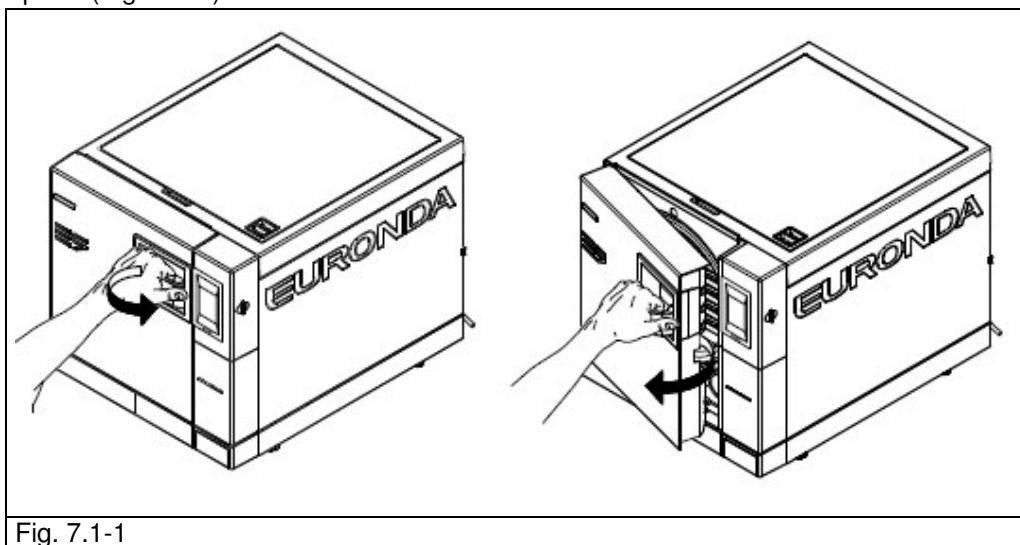

Fig. 7.1-1
1. Ouvrir la porte (Fig. 7.1-1).